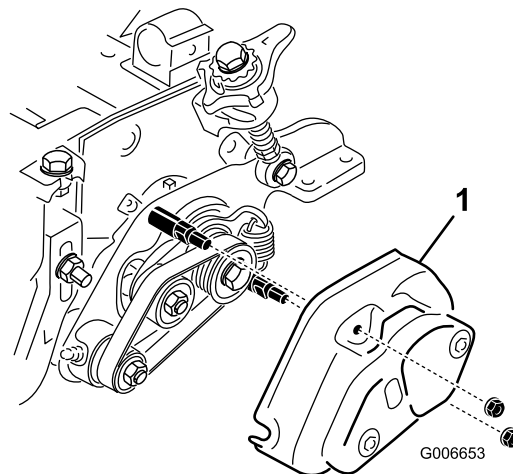

Рисунок 13
24. Установите крышку щетки и закрепите двумя фланцевыми гайками 5/16 дюйма (Рисунок 13).